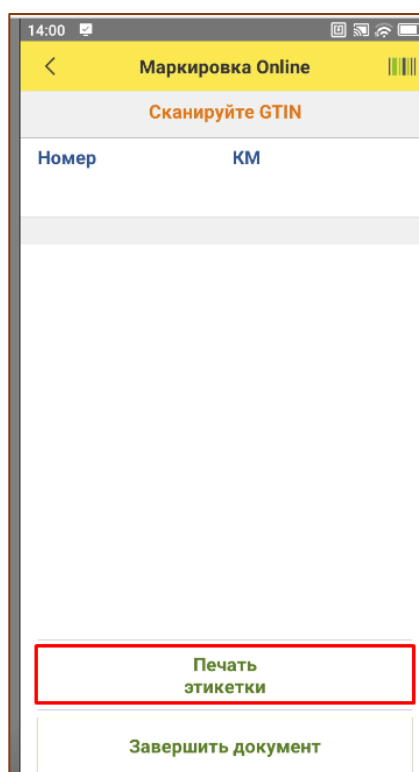

Рис. 6.7 – Печать этикетки
- ✓ Неправильное размещение текста (Рис. 6.7).